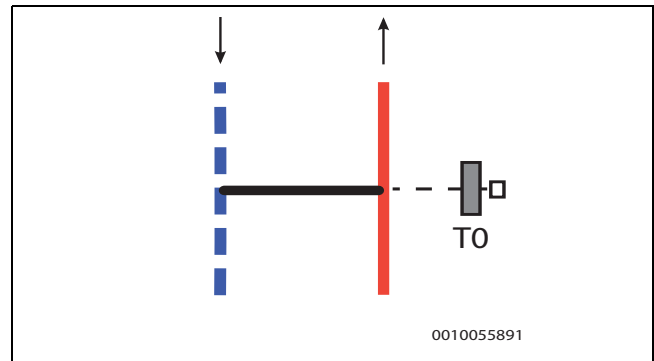

Bild 10 Bypass in gerader Ausführung
- Der Vorlaufemperaturfühler T0 ist am Vorlaufanschluss des Bypasses installiert → Abbildung 10.